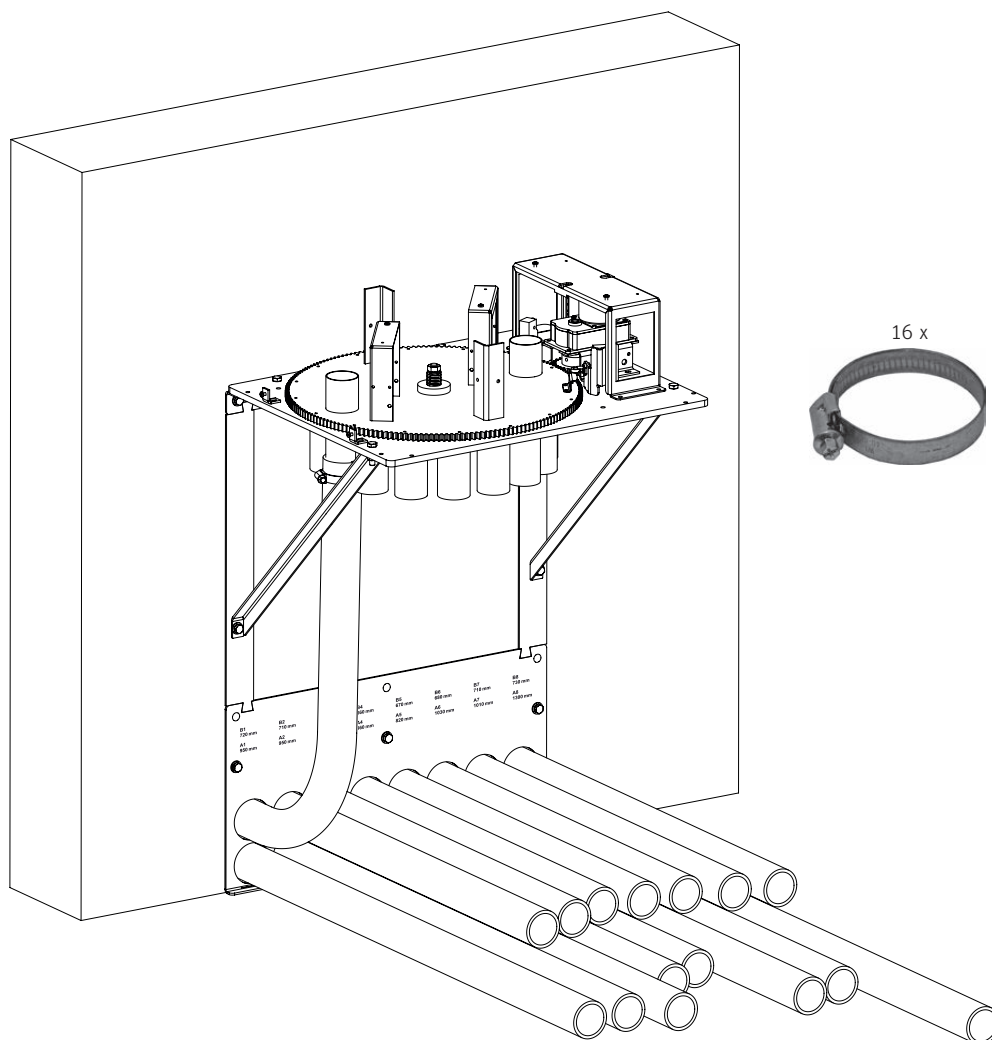

Fig. 24 Montage dans l'ordre du tuyau de A1 à B8 sur l'unité de commutation
- ▶ dénuder le fil de terre à l'extrémité du tuyau, connecter le tuyau B1 au raccord B1 de l'unité de commutation et le fixer avec un collier – Fig. 24.